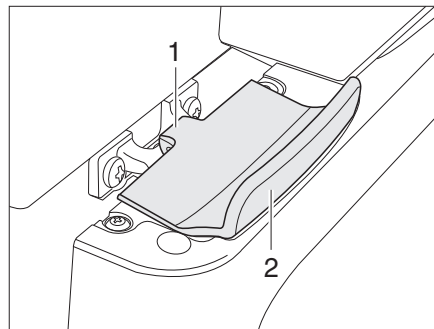

Fig. 332 Bloccaggio della porta del frigorifero, chiuso (Thetford)
*Apertura:* ■ Aprire la porta del frigorifero tirando la maniglia (Fig. 332,2). Il bloccaggio (Fig. 332,1) si sblocca automaticamente.